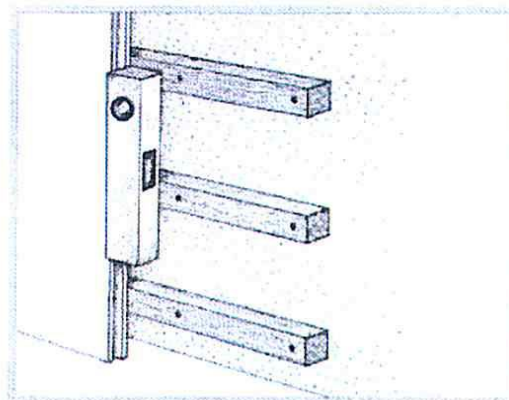

Рис.6
3.4.4 Монтаж ламинированных панелей начинается от угла помещения. Первая панель опиливается по высоте (при необходимости), прикладывается к обрешетке и выставляется по уровню, как показано на рис.6. При этом панель ориентируется «гребнем» к углу с зазором от смежной стены 2-3 мм.